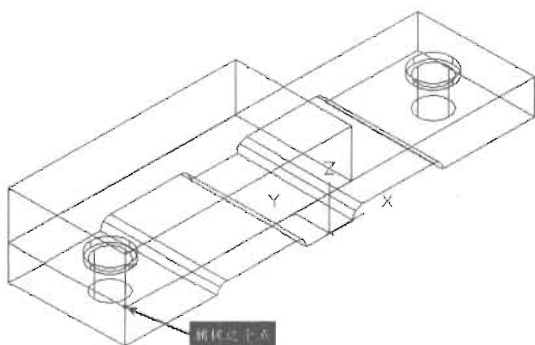

图 14-128
(11) 在命令提示行输入 Box 命令并回车，绘制一个 $116 \times 60 \times 25\text{mm}$ 的长方体，如图 14-128 所示，命令执行过程如下。